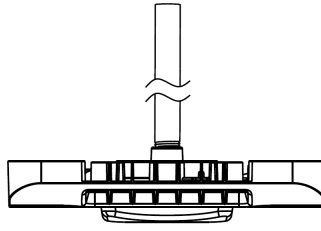

FIGURE 5
- Connectez les fils comme indiqué (Fig. 1), puis fixez le luminaire au plafond avec le pendentif 3/4 "NPT (Fig. 5). Si les fils de gradation ne sont pas utilisés, fermez chacun de ces fils.